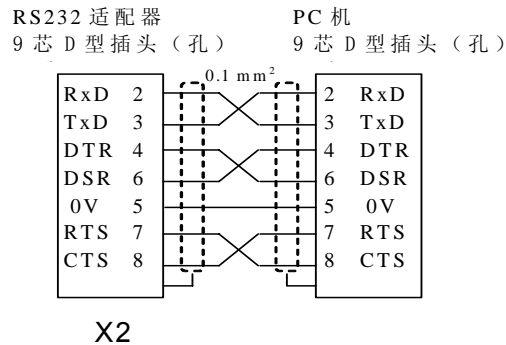
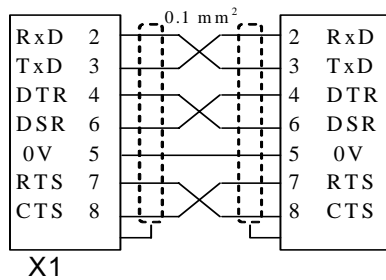

图 2-17 连接图 1 (PC 机串行口为 9 芯插头)
图2-19 连接图3
- (1) 图 2-17 ~ 图 2-19 中所标注的 X1/X2 均为 RS232 适配器本身所具有的接口。其中 RS232 适配器与 PC 的通讯接口为 X2,与 SINUMERIK 801 的通讯接口为 X1；
- (2) SIEMENS 可以提供通讯电缆 (9 芯到 9 芯的 D 型插头) , 其订货号为: 6FX8002 - 1AA01 - 1..0；
- (3) 有关使用说明: RS232 隔离器允许的最大通讯波特率为 9600, 连接 PC 以及 SINUMERIK 801 的两个电缆的长度均不得超过 15 米。